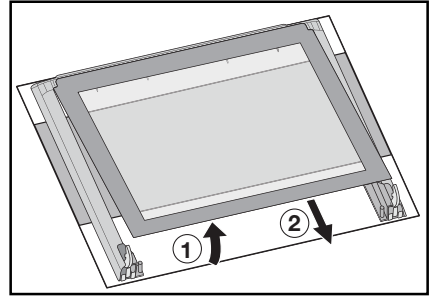

Fig. 30
10. Répétez les opérations décrites au point 9. pour la vitre du milieu caractérisée par un motif décoratif sur son périmètre (Fig. 30).